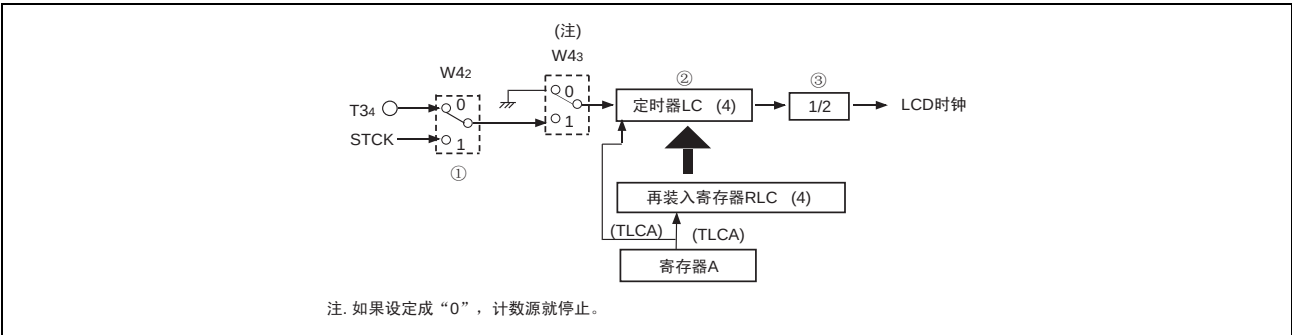

图 LCD-1 LCD 时钟控制电路的构成
(2) LCD时钟控制
LCD时钟由定时器LC计数源选择位（W42）、定时器LC控制位（W43）、定时器LC的设定值决定。因此，LCD时钟的频率（F）可通过以下计算式求出。计算式下方的号码（①～③）与图LCD-1对应。